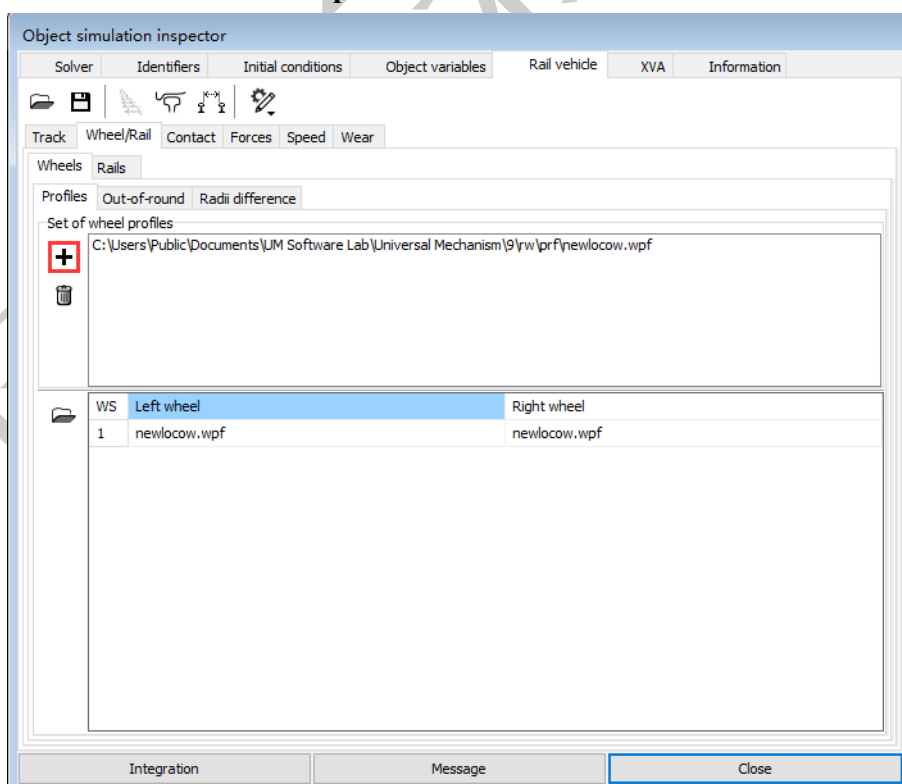

图 1.2 设置车轮型面
3. 进而到 **Wheels | Profiles** 页面，如图 1.2 所示。